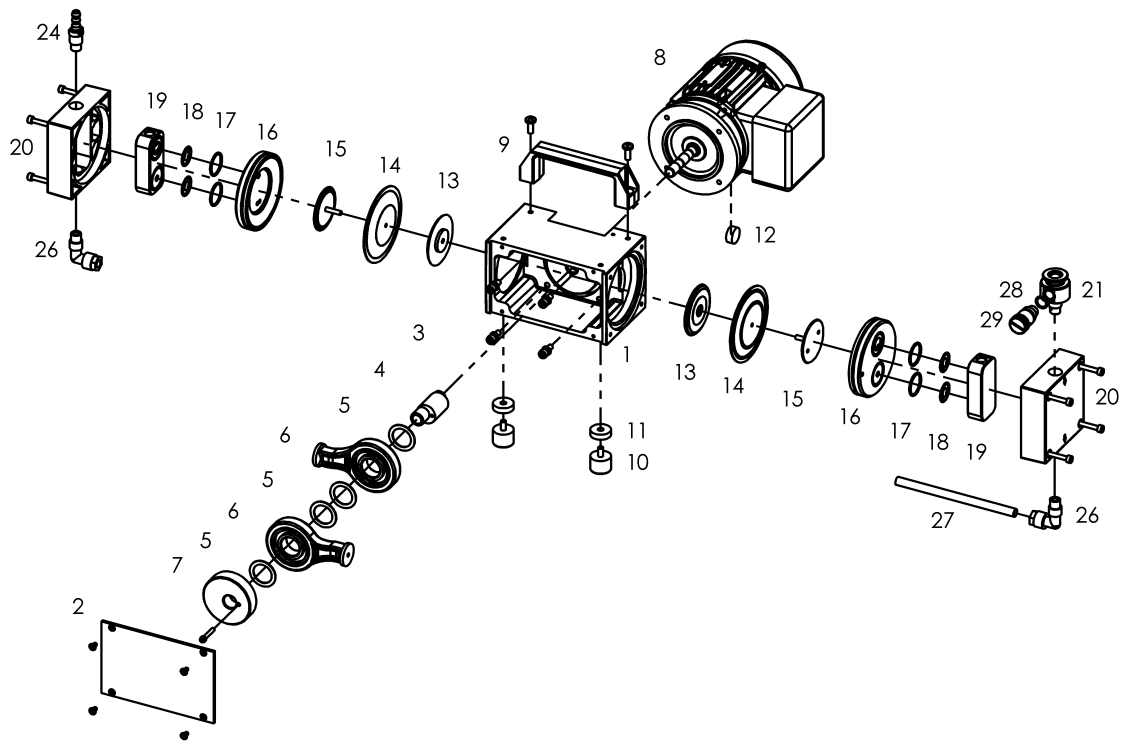

Fig. 6 Dessin d'explosion (MPC 301 Z)
2. En appliquant le couple de serrage de 5 - 6 Nm, avec une clé à ergots de taille 3, vissez la rondelle de pression (8), la membrane (7) et la rondelle de serrage (6).
3. Placez en position centrale la bielle (voir fig. 6) et la membrane (7).
4. Positionnez la tête de pompe (5).
5. Insérez les joints de soupape (3) et les joints toriques (4).